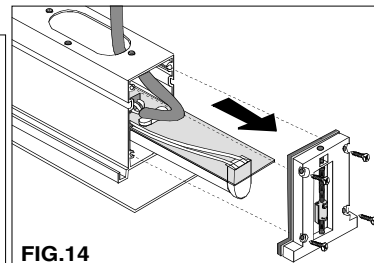

FIG.14
- Svitare la testata laterale con relativa guarnizione (lato copertura alimentazione) e sfilare la piastra portalampe **FIG.14**
- Unscrew the lateral head with its gasket (side of the supplying covering) and take off the lamp holder plate. **FIG.14**
- Dévisser les embouts latéraux avec leurs joints et retirer la platine à douilles. **FIG.14**
- Den Seitenkopf mit Dichtung abschrauben und die Lampenfassungsplatte abziehen **BILD 14**